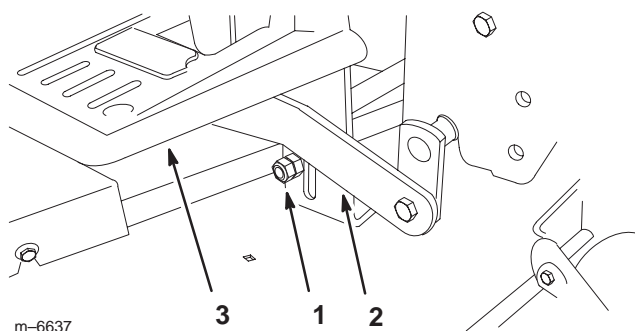
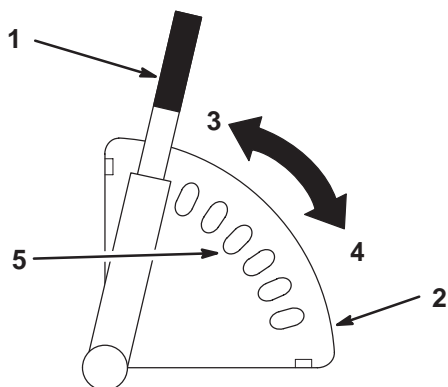

Figure 16
Figure 22
1. Réglez le plateau de coupe à la hauteur de coupe la plus élevée (Fig. 22) et vérifiez si les butées du niveau de transport touchent le bas des barres d'attelage (Fig. 16).
2. Le cas échéant, desserrez et réglez les butées de niveau de transport pour qu'elles touchent juste le bas des barres d'attelage (Fig. 16).
5. Si l'un des pare-chocs ne touche pas le repose-pied, réglez la butée de niveau de transport appropriée (Fig. 16).
3. Écartez le levier de hauteur de coupe du cadran (Fig. 22).
4. Choisissez la hauteur de coupe voulue (Fig. 22).
5. Relâchez le levier pour le bloquer dans le cadran (Fig. 22).